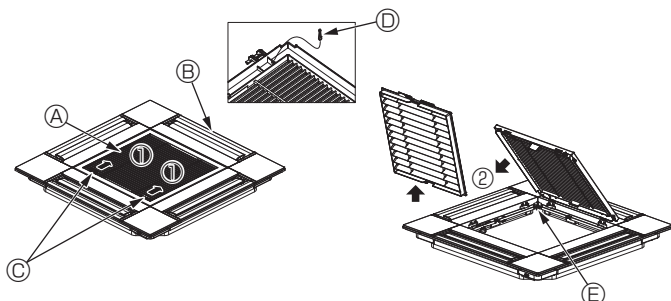
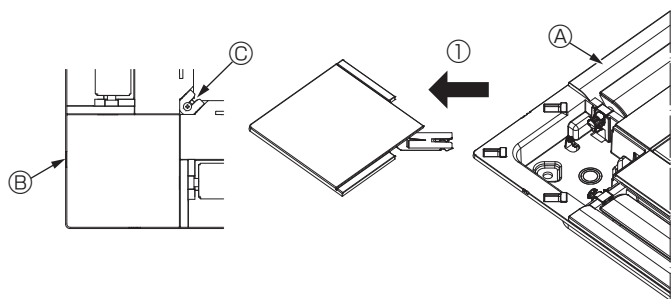

Fig. 5-3
Fig. 5-4
5.3.1. Extracción de la rejilla de admisión (Fig. 5-3)
- Deslice las palancas en la dirección indicada con la flecha ① para abrir la rejilla de admisión.
- Con la rejilla de admisión en posición "abierta", retire la bisagra de la rejilla de admisión de la rejilla tal y como se indica con la flecha ②.
5.3.2. Extracción del panel angular (Fig. 5-4)
- Retire el tornillo de la esquina del panel angular. Deslice el panel angular indicado con la flecha ① para retirarlo.